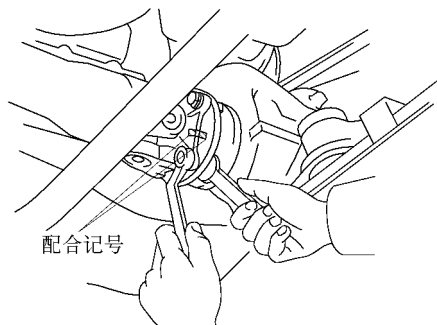

图 14-78 将前主动轴连接到结合法兰上
(7) 将前主动轴连接到结合法兰上，如图 14-78 所示。